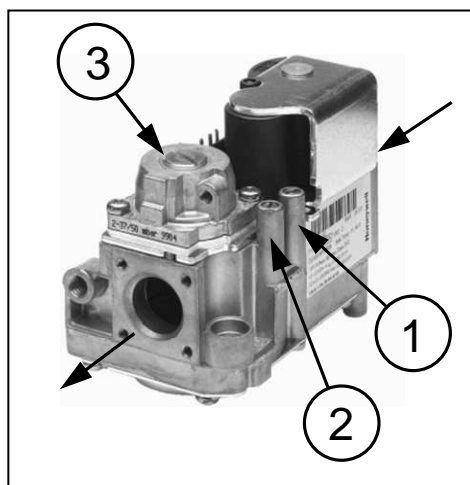
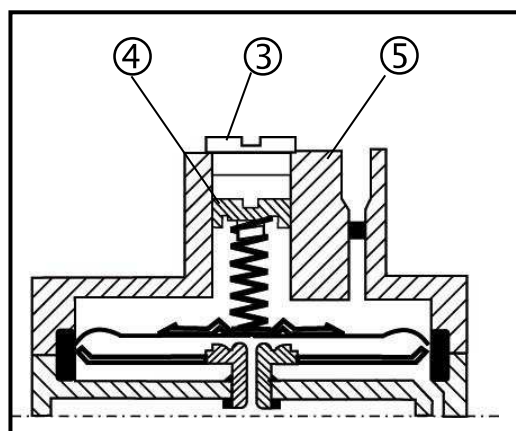

Fig. 1: Electrovalvula (una etapa)
Fig. 2: Vista en sección de la válvula con el tornillo de ajuste
- ⇒ Abra la boquilla de prueba (1) (Fig. 1)
- ⇒ Abra la boquilla de prueba (2) (Fig. 1)
- ⇒ Conecte un dispositivo de medición de presión a la boquilla de prueba (2) y determine la presión en inyector.
- ⇒ Retire el tornillo de sellado del regulador de presión (3) y gire el tornillo de ajuste (4) hasta que el tornillo esté a ras con la carcasa de la válvula (5) (Fig. 2).